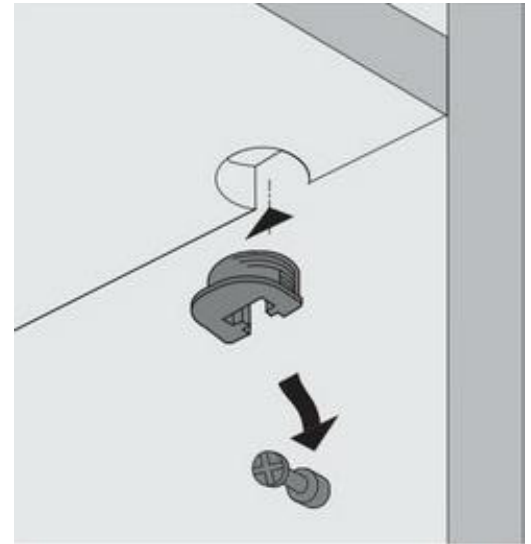

Рис. 2
1. В горизонтальные щиты (23), задние планки (24) в имеющиеся отверстия установить эксцентрики Rastex 15\16, таким образом, чтобы стрелка была повернута в сторону отверстия в торце.
2. В полки (25) установить врезные полкодержатели (рис. 2).
4. В отверстия диаметром 5мм на боковых стенках (20), (21) ввернуть дюбели DU322 (короткие) (рис.2 и схема сборки).
5. На боковую стенку (20) или (21) – в зависимости от варианта исполнения шкафа (правое или левое) установить монтажные планки петель с помощью шурупов 3,5x13мм.
6. Установить на нижний щит (22) опоры с помощью шурупов 3,5x13мм.